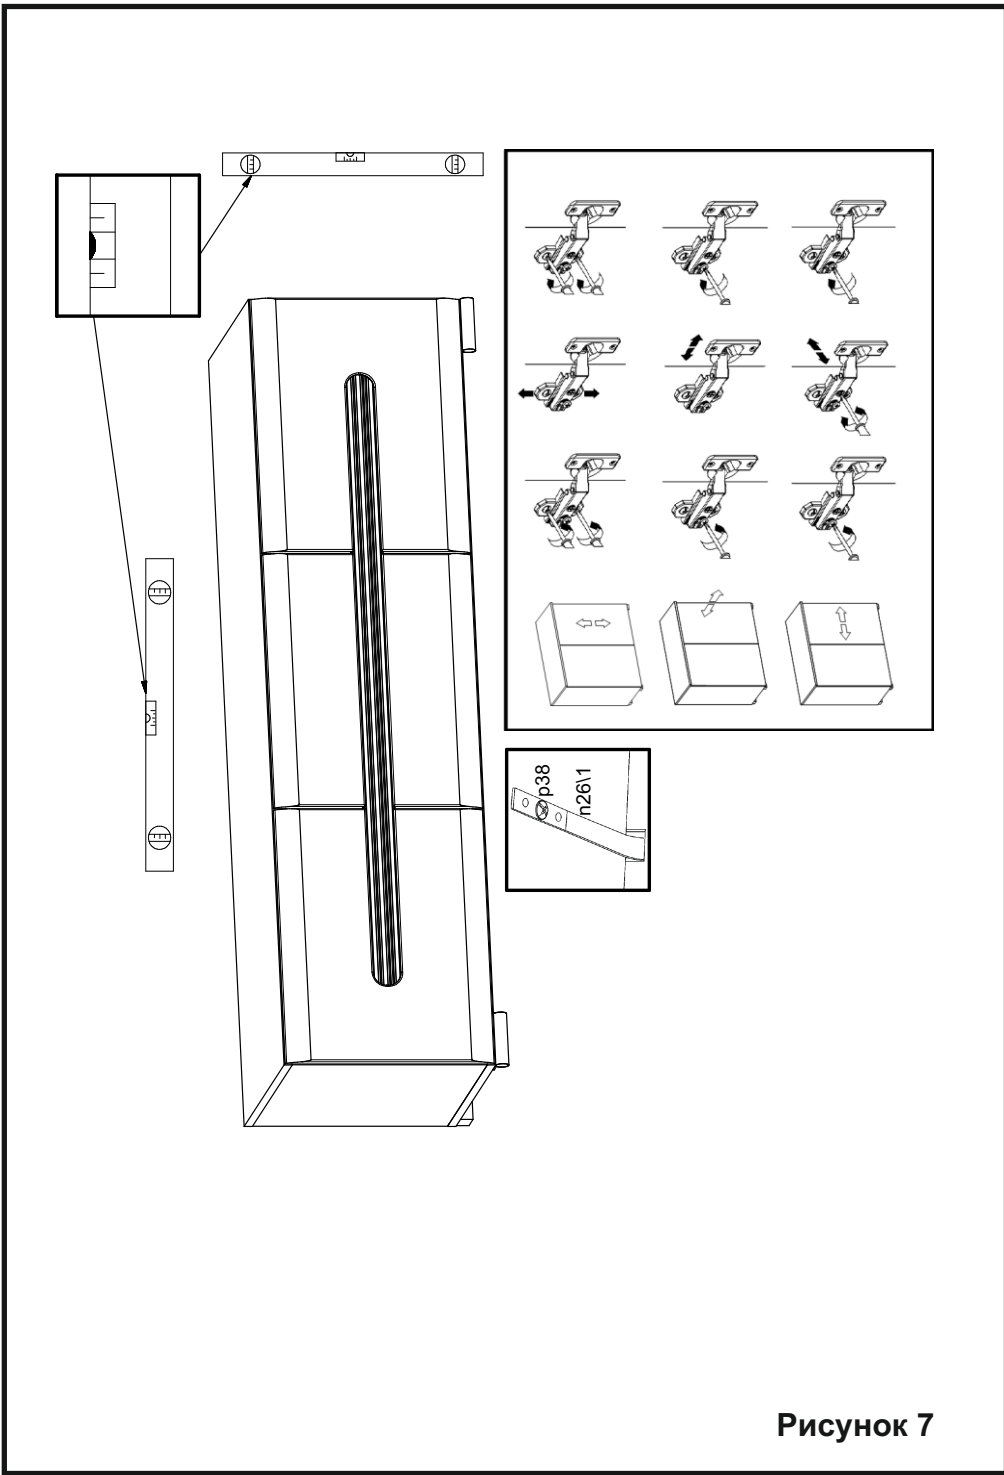

Рисунок 7
- Навесить дверь **3** на корпус изделия, совместив петли шарнирные **a102** с ответными планками петель **b59**. При необходимости отрегулировать положение двери, вращая регулировочные винты (см.рис. 7).